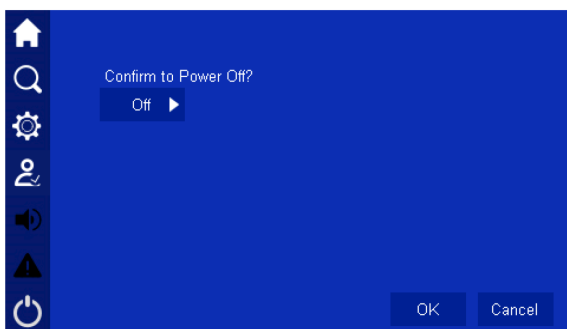

Figura 4-52. Confirmar para apagar
- En el proceso de apagado, haga clic en el botón, entrará en la página de ON / OFF, (como se muestra en la figura 4-52), haga clic en el botón Ok para realizar la operación de apagado.